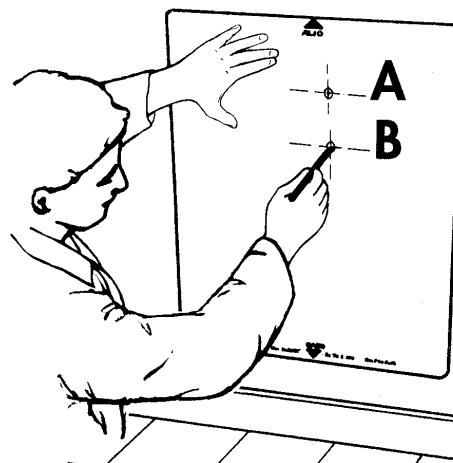

Fig.4
3.4 Togliere dall'imballo aperto, la maschera di carta sulla quale è riprodotta la dimensione di massima del radiatore ed i fori di riferimento A e B. Il foro A ha il compito di riferire la posizione desiderata del terminale (Fig. 4b), in rispetto delle distanze previste dalla normativa (Fig. 4).
- 3.5 Scelta la collocazione sulla parete, marcare con una matita il foro B (Fig. 4), utilizzando la dima in carta come maschera. Questo foro determinerà la disposizione della mascherina in metallo e della staffa di supporto (incluse nella confezione del terminale).